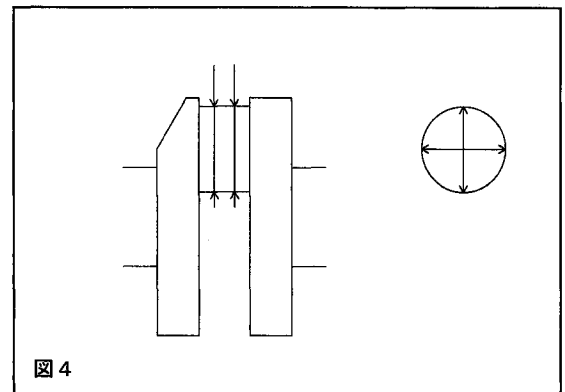

図4
2. 4 図3、図4を参照し、クランクシャフトのピン径をマイクロメータを使用して測定してください。（4ヶ所を測定し、大きい値を計算に使用する。）